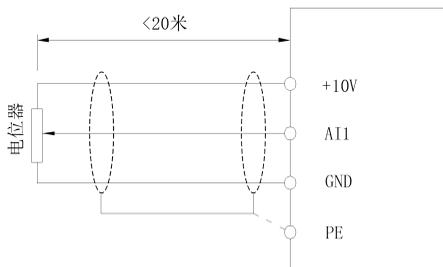
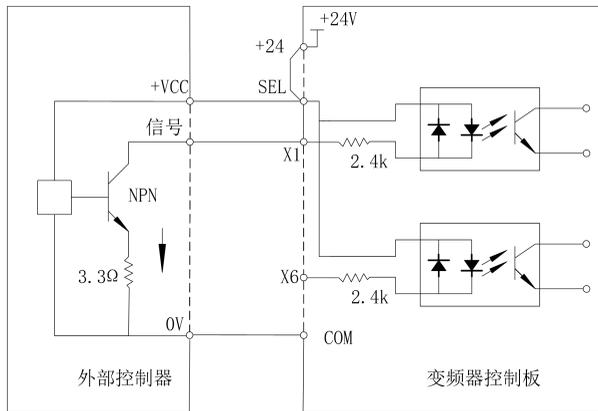

图 4-8 模拟量输入端子接线示意图
图 4-10 漏型接线方式
a) 模拟输入端子：因微弱的模拟电压信号特别容易受到外部干扰，所以一般需要用屏蔽电缆，而且配线距离尽量短，不要超过 20m，如图 4-8。在某些模拟信号受到严重干扰的场合，模拟信号源侧需加滤波电容器或铁氧体磁芯，如图 4-10。